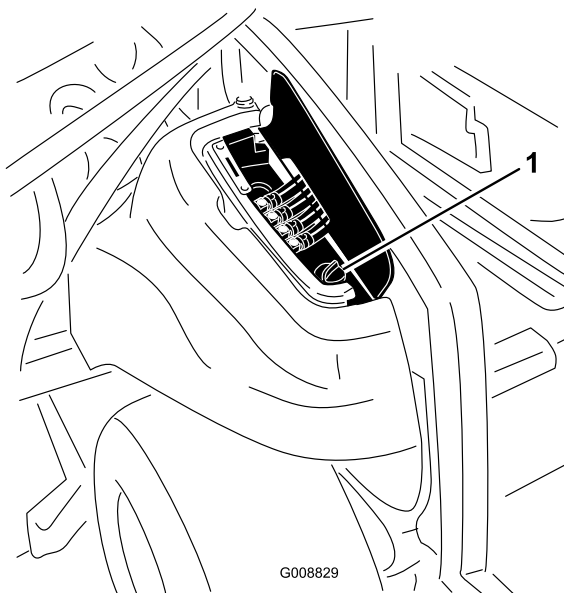

図 87
2. 機体右側のアクセスカバーを開くと油圧タンクのキャップがある（図 87）。
3. 油圧オイルタンクの注油口周辺をきれいに拭き、キャップ（図 87）を外す。給油口からキャップを取る。